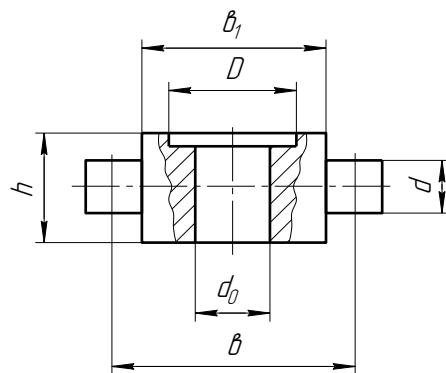

Рисунок 2.1.2 – Траверса крюковой подвески
*2.1.13 По какому параметру назначают размер  $D$  (рисунок 2.1.2)?*
*2.1.14 Укажите критерий выбора размера  $d_0$  (рисунок 2.1.2):*